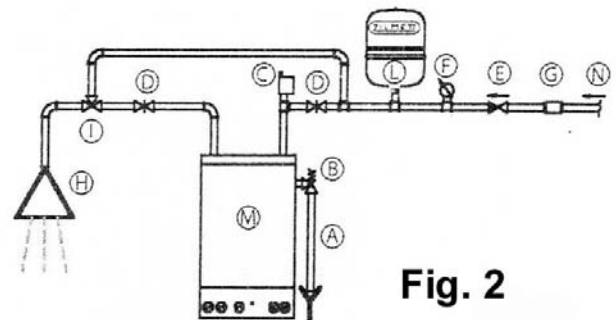

Fig. 2
- în instalații pentru producerea de apă caldă menajeră, într-un punct între aparatul de încălzire și clapeta de sens sau reductorul de presiune de apă (Fig. 2).